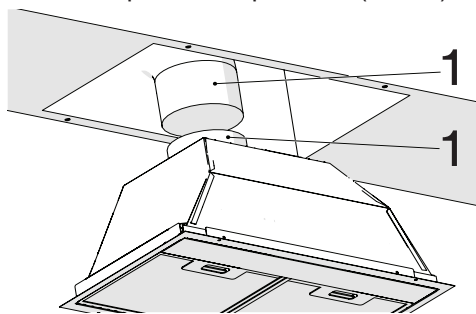

Рис. 4
- Подсоедините трубу отвода воздуха к переходнику и закрепите ее хомутом (Рис. 4).